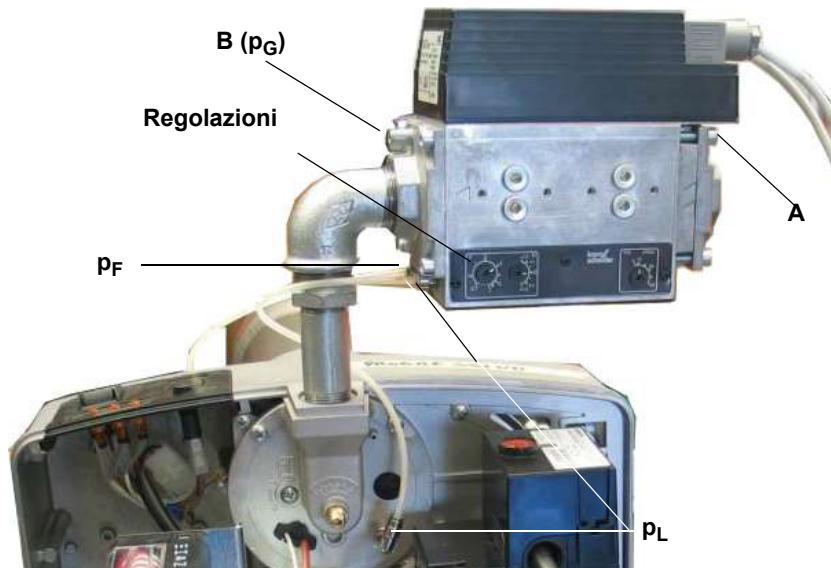
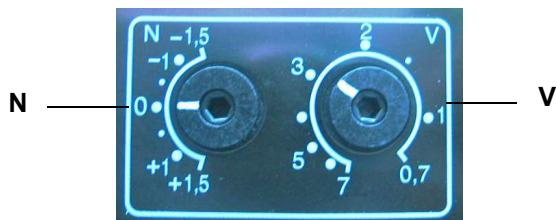

Fig. 22
Fig. 23
Il rapporto di trasmissione **V** è il seguente (vedi figura Fig. 22 - Fig. 23):
- 1 Avviare il bruciatore in bassa fiamma: se il bruciatore non parte, ruotare leggermente **N** in direzione + e ripetere l'avviamento (vedi Fig. 23). Misurare la pressione del gas **pG** su **B** (vedi figura Fig. 22)..
- 2 Misurare la pressione dell'aria **pL** sul bruciatore (vedi Fig. 22) e regolare la pressione del gas su **N** (vedi Fig. 23)